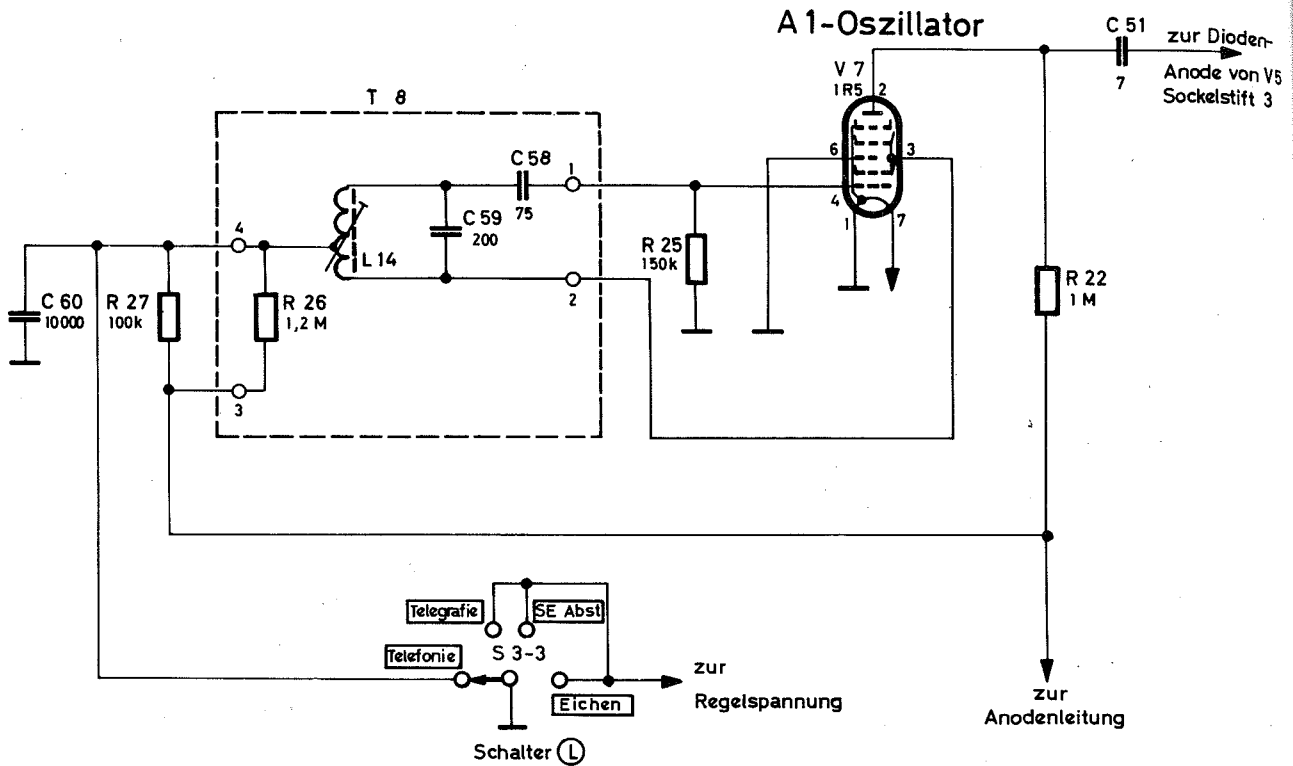

Bild 61 A 1-Oszillator
d) Der Oszillator wird abgeschaltet, indem der Schalter S 3-3 auf „TELEF.“ gestellt wird (s. Bild 61).